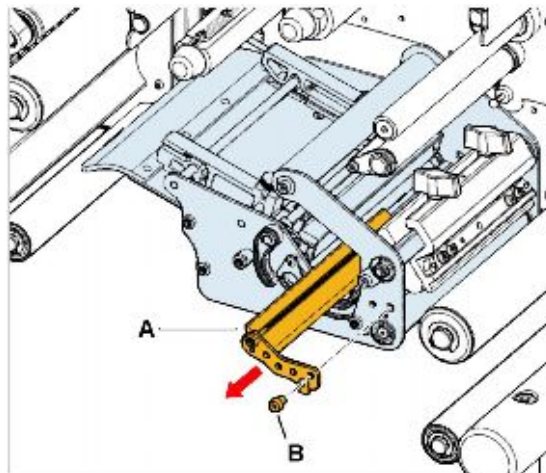

Рис. 14. Извлечение направляющей материала (A)
5. Извлеките через боковую сторону принтера направляющие материала (Рис. 14 A).